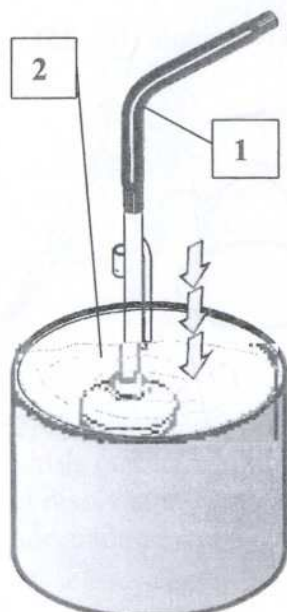

Fig.32
2) Sumerjan el tubo de aspiración dentro de un recipiente que contenga disolvente (fig. 32).